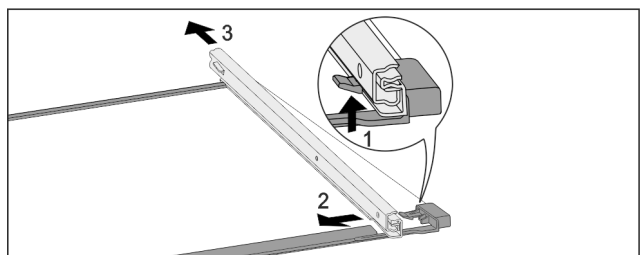

Fig. 174 Glassplate med skinner
- ▶ Trykk den fremre festespaken oppover. Fig. 174 (1)
- ▶ Skyv uttrekksskinne til side Fig. 174 (2) og skyv bakover Fig. 174 (3) og bort.